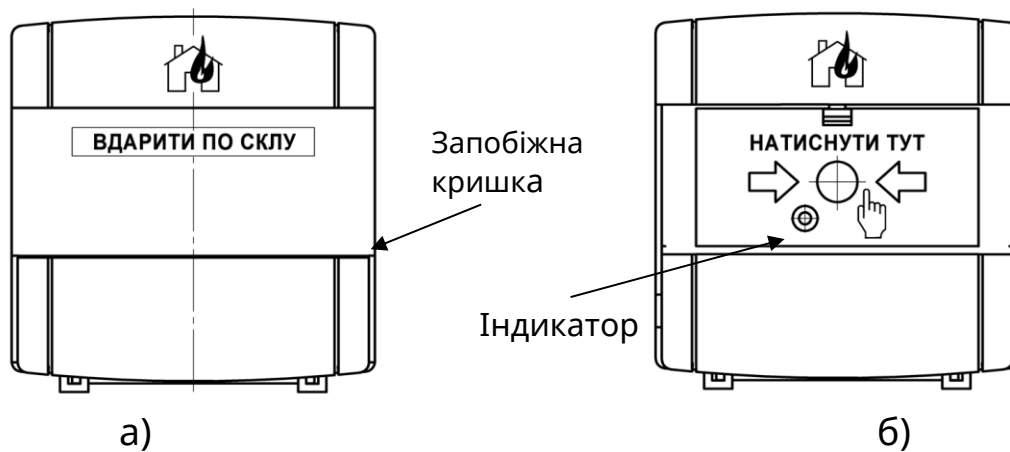

Рисунок 2 – Зовнішній вигляд СПРА
4.3 Для індикації режимів роботи та стану СПРА використовується комбінований світлодіодний індикатор (рис.2):
В черговому режимі індикатор СПРА блимає зеленим кольором. Для переведення СПРА в стан пожежної тривоги необхідно вдарити рукою по запобіжній кришці (рис.2а), щоб відкрити її, після чого натиснути кнопку «Натиснути тут» (рис 2б). При цьому колір стрілок обабіч кнопки має змінитися з чорного на червоний, індикатор СПРА повинен блимати червоним кольором. Щоб повернути СПРА в черговий режим, потрібно: